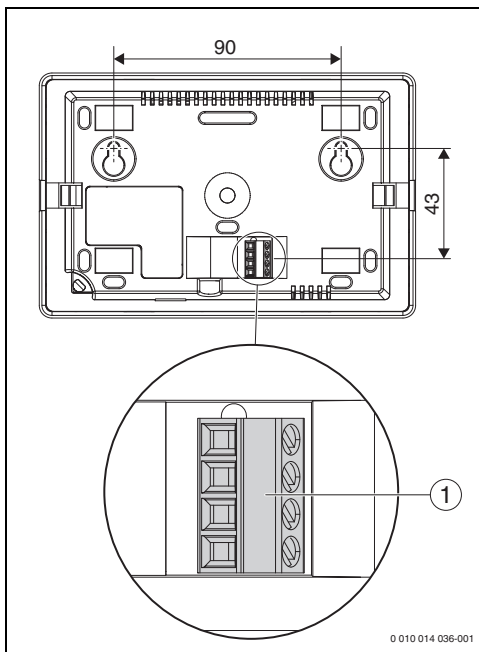

Bild 9 Rückseite Bedieneinheit (Maße in mm)
- Löcher bohren (→ Bild 9, Seite 9).